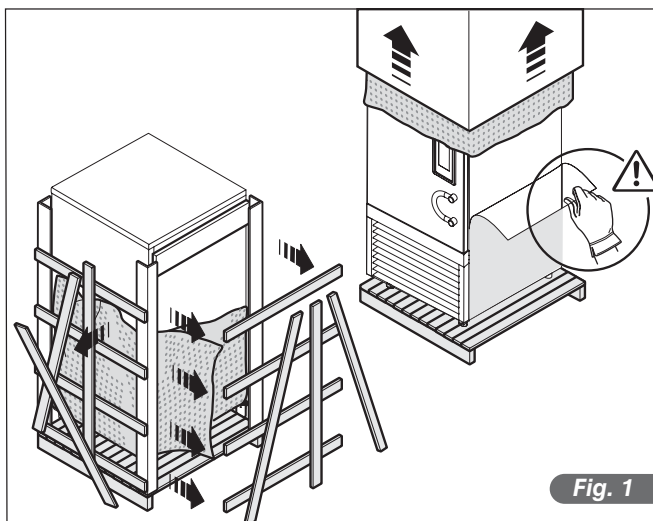

Fig. 1
- Retirar a película de proteção em PVC de todos os lados (Fig.1).